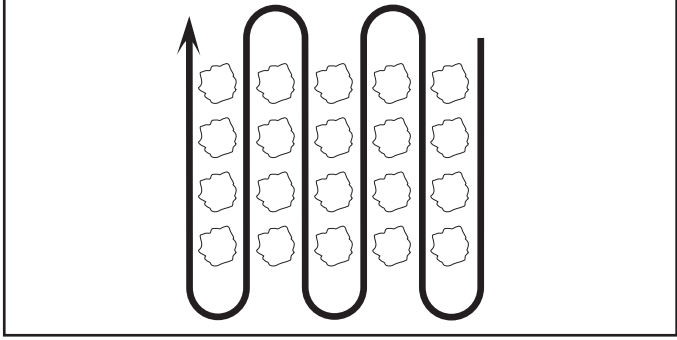

Fig. 10
- Coupez le long des rangs à une vitesse qui permettra aux fraises de déraciner les mauvaises herbes et de laisser la terre à l'état brut pour que les mauvaises herbes n'y repoussent plus (Voir la fig. 10).